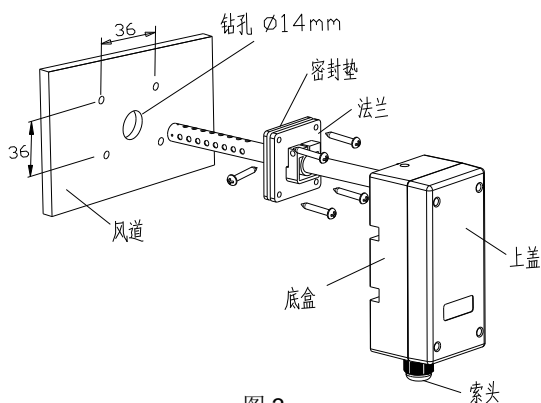

图 3
2. 风管型安装：见图 3，建议使用图中法兰安装，插装深度可调。用四个螺丝固定安装法兰在风管上，法兰上的螺丝可以锁紧插入探头及整个控制器。风管开孔 $\Phi 14\text{mm}$ ，该开孔必须要最后做好密封。